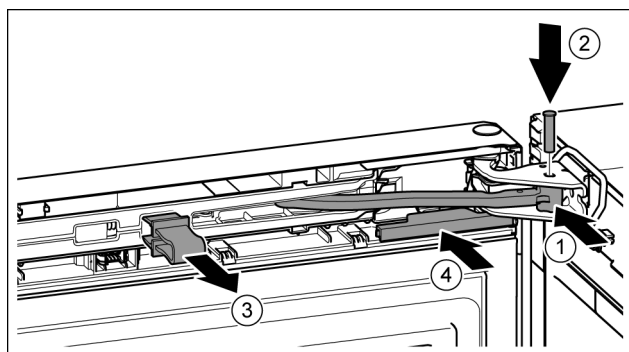

Fig. 48
- ▶ Scharnier in lagerbus draaien. Fig. 48 (1)
- ▶ Bout in de lagerbus en het scharnier aanbrengen. Opletten dat hierbij de vergrendelnok correct in de groef zit. Fig. 48 (2)
- ▶ Borging verwijderen. Fig. 48 (3)
- ▶ Afdekking erop schuiven. Fig. 48 (4)